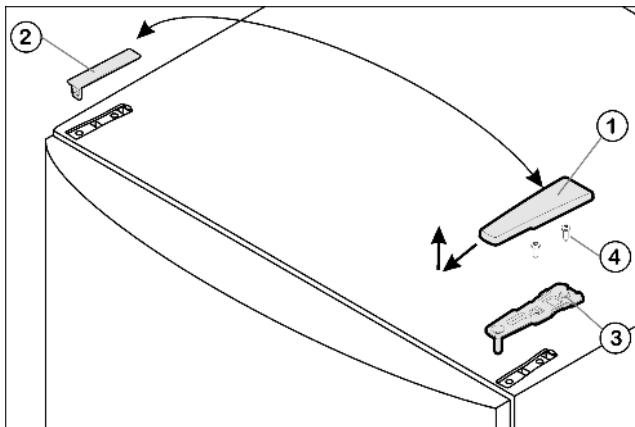

Fig. 4
- ▶ Потяните крышку Fig. 4 (1) вперед и вверх.
- ▶ Снимите крышку Fig. 4 (2).
- ▶ Открутите верхний опорный кронштейн Fig. 4 (3)(2 шт. Torx® 25) Fig. 4 (4) и вытяните вверх.
- ▶ Установите верхний опорный кронштейн Fig. 4 (3) на новой стороне шарнира и защелкните в дверце.
- ▶ Привинтите верхний опорный кронштейн (**с моментом 4 Нм**)(2 шт. Torx® 25) Fig. 4 (4). При необходимости проделайте отверстия или используйте аккумуляторную отвертку.
- ▶ Наденьте и защелкните крышки Fig. 4 (1) и крышки Fig. 4 (2) на противоположной стороне снаружи.